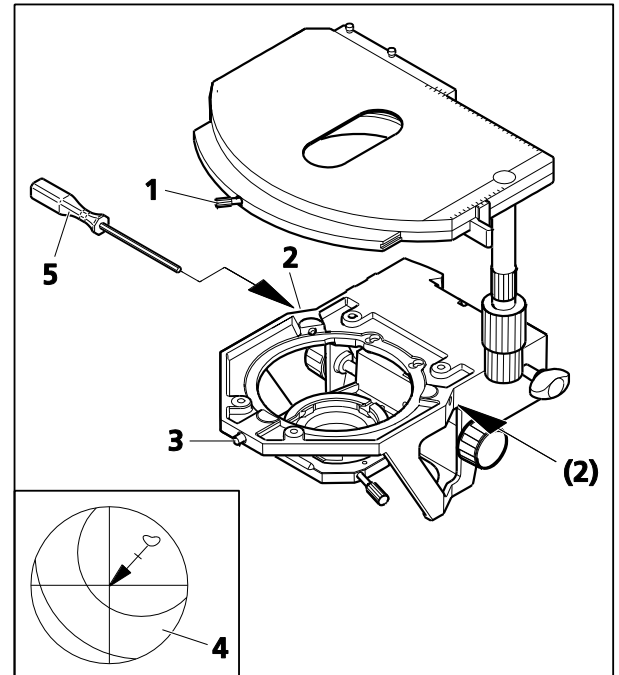

Fig. 64 Centrage de la platine mécanique rotative
Toutes les platines sont précentrées en usine, c'est-à-dire qu'un détail d'échantillon défini reste au centre de l'image lorsque l'on fait pivoter la platine. Si le détail de l'image se déplace depuis le centre de l'image (Fig. 64/4), recentrer la platine comme suit :
- Desserrer la vis de serrage de la platine (Fig. 64/1) et le bouchon fileté du support de platine (Fig. 64/3).
- Faire tourner le statif pour déterminer la déviation maximale de l'échantillon (Fig. 64/4, pointe de la flèche) par rapport aux réticules de l'oculaire.
- Régler à nouveau les deux vis de centrage sur le support de platine (Fig. 64/2) à l'aide d'un tournevis Allen SW 1,5 (Fig. 64/5), chacune pour déplacer le détail de l'échantillon de la moitié de la longueur de la flèche en direction du centre de la ligne transversale. Vérifier si le détail de l'échantillon se déplace à nouveau lorsque l'on fait pivoter la platine ; répéter la procédure si nécessaire.
- Une fois le centrage terminé, resserrer le bouchon fileté (Fig. 64/3).